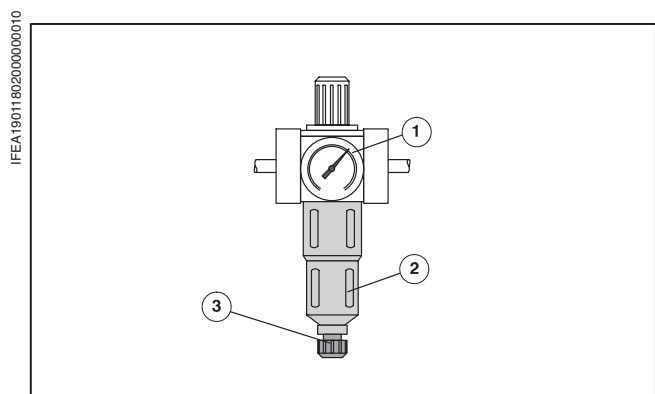

Рис. 6 Регулятор фильтра пневматического компрессора
Рабочее давление в пневматической системе установлено на заводе таким образом, что стрелка манометра (Рис. 6/①) на регуляторе фильтра при закрытом нижнем винте находится в зеленом диапазоне шкалы.
- ① Проверьте **еженедельно** регулятор фильтра пневматической системы, а при повышенной влажности воздуха чаще.
- ② Сбросьте конденсат, накапливающийся в стеклянной колбе (Рис. 6/②) регулятора фильтра, освободив нижний винт (Рис. 6/③).
- ③ Снова затяните нижний винт (Рис. 6/③).